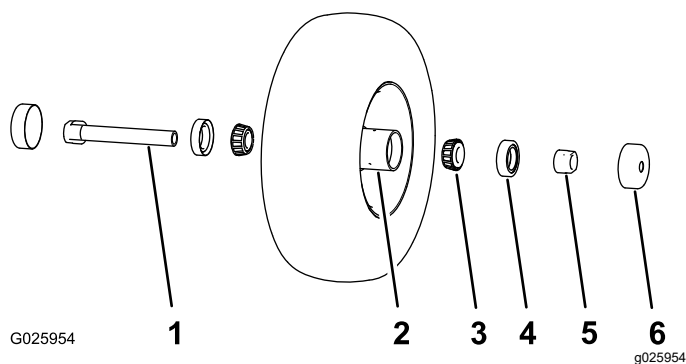

Figure 27
1. Déposez les 2 protège-joints du moyeu de roue (Figure 27).
2. Déposez 1 des écrous d'écartement de l'arbre de la roue pivotante (Figure 27).
Remarque: Notez que du frein-filet a été appliqué pour bloquer les écrous d'écartement sur l'arbre de roue (Figure 27).
3. Déposez l'arbre de la roue (en laissant l'autre écrou d'écartement en place) (Figure 27).
4. Faites levier pour extraire les deux joints de roulement (Figure 27).
5. Déposez les deux roulements et vérifiez s'ils sont usés ou endommagés (Figure 27).
1. Posez 1 roulement dans le moyeu de chaque roue (Figure 27).
2. Posez le joint de roulement dans le moyeu sur le roulement (Figure 27).
- C. Vissez l'écrou de l'arbre, les méplats tournés vers l'extérieur, au bout de l'arbre qui est enduit de frein-filet (Figure 27).
4. Insérez l'ensemble écrou et arbre de roue dans la roue, du côté roulement et joint neuf (Figure 27).
6. Insérez l'autre roulement, assorti d'un joint neuf, dans la roue (Figure 27).
9. Reposez les protège-joints sur le moyeu de roue (Figure 27).